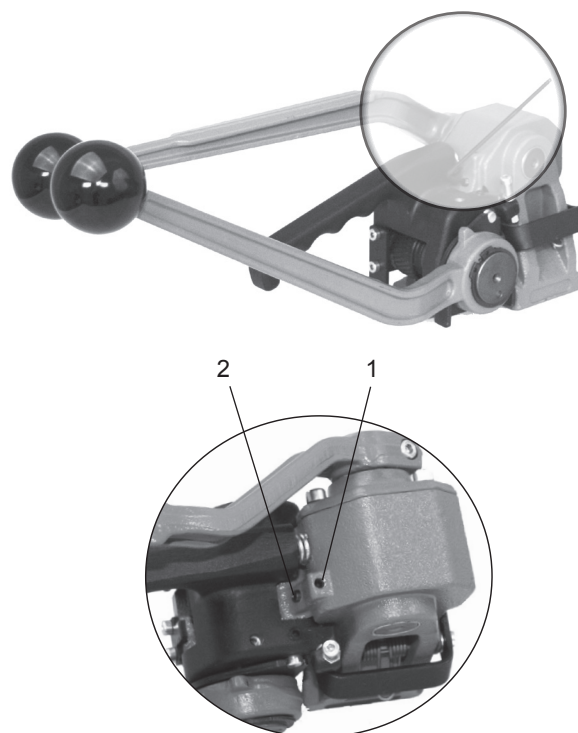

Fig. 9
- Schraube (Fig. 9/1) welche die Einstellschraube (9/2) sichert lösen.